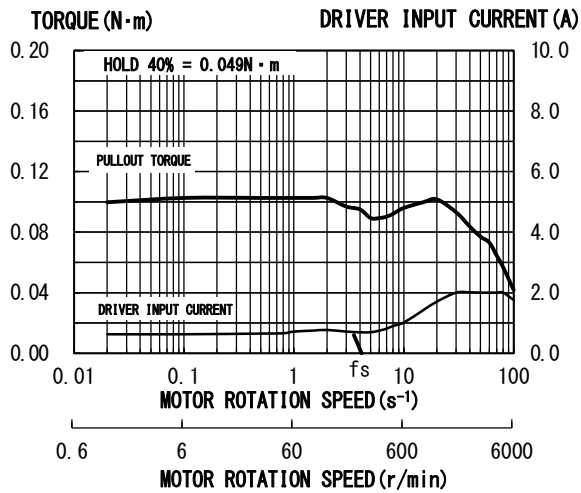

Fig. 7
| 42角 | PKP543N18A (B) 2 | 1.8 | 9 | OFF | OFF | OFF | ON | OFF | Fig. 7 |